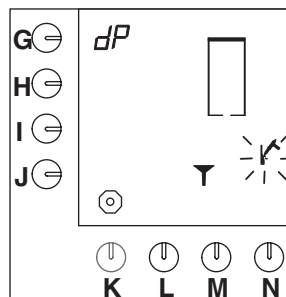

Fig. 23 Heetwatersysteem vraagt om ontcaler
- Een geluidssignaal klinkt, het hamersymbool knippert en een trechter verschijnt in het display (fig. 23).